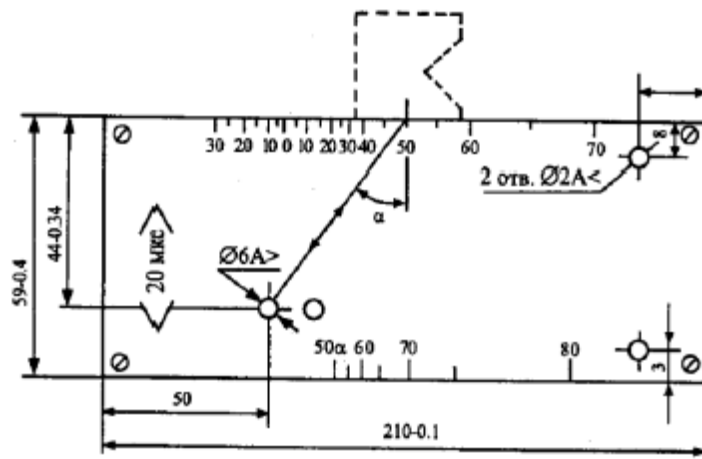

Рисунок 2. Стандартный образец СО-2
Рисунок 2 - Измерение выпуклости (вогнутости) стыкового шва (g) при различном уровне наружных поверхностей деталей, вызванном смещением при сборке соединения под сварку
2. На эскизе (рис. 2) дать схему расположения искателя на эталоне 3 для определения центра излучения искателя, если положение точки выхода луча не известно, при этом имейте ввиду, что точка выхода луча (центр излучения искателя) расположена на искателе напротив центра полуокружности стандартного образца 3 при установке искателя в положение, при котором амплитуда эхо-сигнала от вогнутой поверхности максимальна.